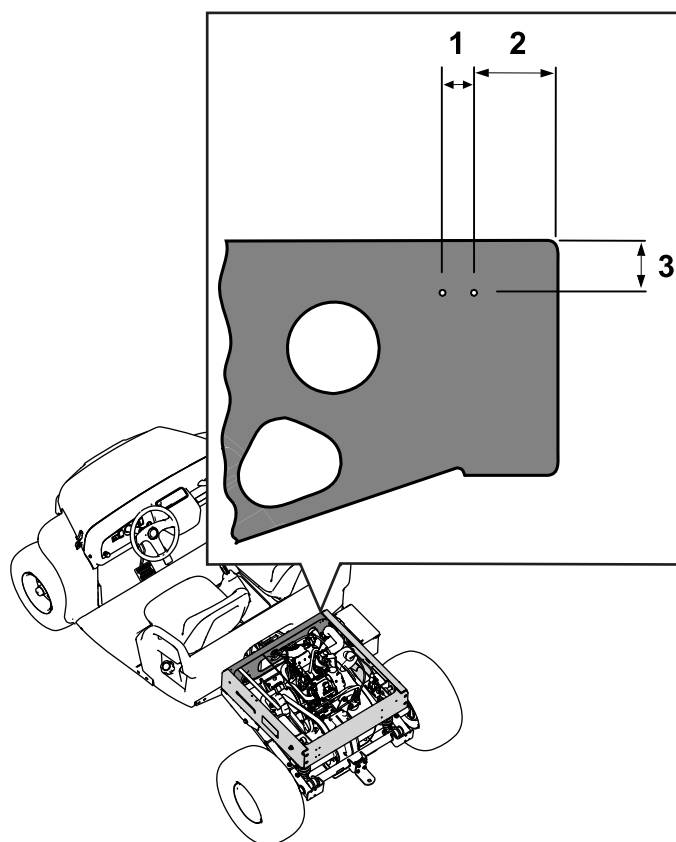

Figura 2
- Meça e faça dois furos (1/8 pol.) no lado direito da placa frontal da estrutura traseira. Consulte Figura 2 relativamente à localização correta dos furos na placa frontal.